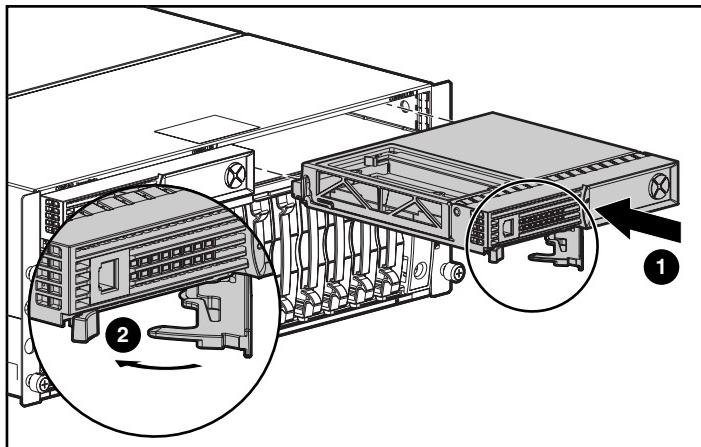

Figura 8: Instalación del Controlador en un MSA1000
7. Empuje el Controlador hasta el fondo **1**; presione el pestillo hasta que cierre en el panel frontal **2**. Consulte la Figura 8.